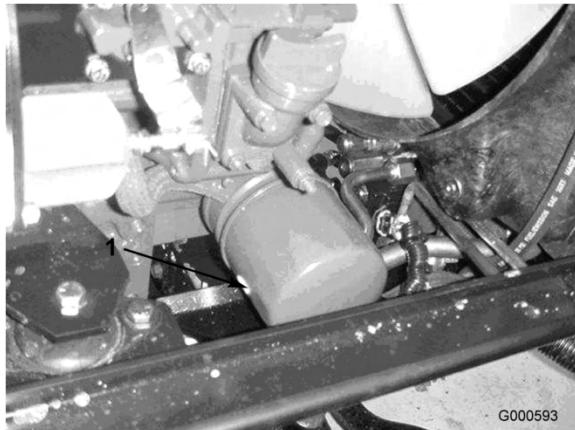

Figura 35
2. Togliete il filtro dell'olio (Figura 35). Applicate un velo di olio pulito sulla tenuta del nuovo filtro prima di avvitarla. Non serrate troppo.